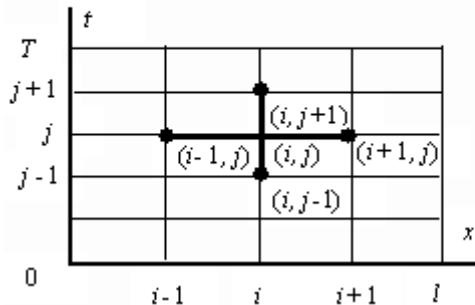

Рисунок 13. . Шаблон для волнового уравнения
Для построения разностной схемы решения задачи (2) - (4) построим в области $\{0 \leq x \leq l, 0 \leq t \leq T\}$ сетку $x_i = i h, i = 0, 1, \dots, n, \quad l = h n, \quad t_j = j \tau, j = 0, 1, \dots, m, \quad T = t_m$ и аппроксимируем уравнение (2) в каждом внутреннем узле сетки на шаблоне “крест” (Рисунок 13).
Аппроксимируем дифференциальную задачу (13) - (14) на шаблоне "крест" (Рисунок 13), в результате получаем *неявную трехслойную разностную схему*: